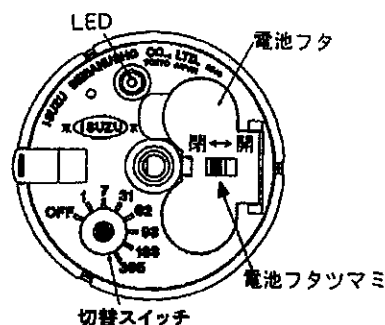

図11-1 記録日数の選択
10. 乾電池のセット(図11-1)
11. 記録日数の選択(図11-1)